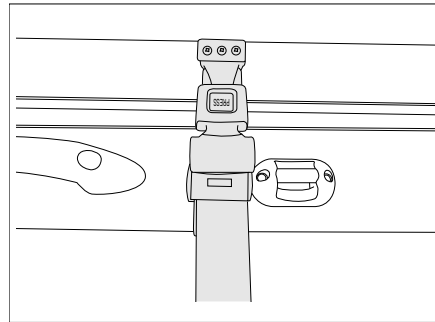

Bild 95 Sicherungsgurt
- Den Sicherungsgurt (Bild 95) lösen.
- Den Sicherungsgurt (Bild 95) anbringen.